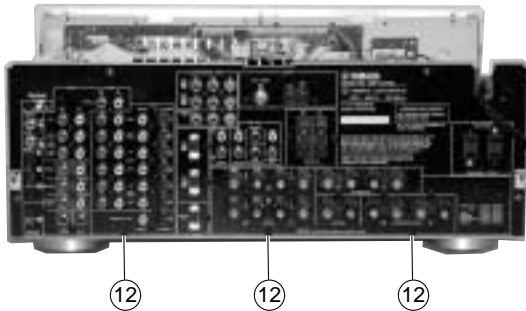

Fig. 15
- b. Remove 3 screws (⑫). (Fig. 15)
- b. ⑫のネジ3本を外します。(Fig. 15)